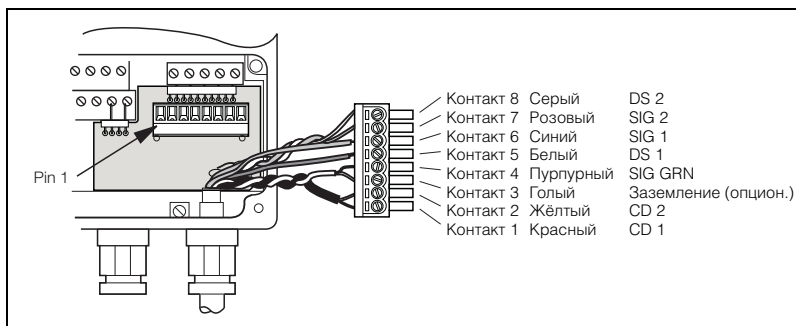

Рис. 3.3 Подключение вилки кабеля датчика
5. Подключите провода кабеля датчика к вилке адаптера – см. Рис.3.3. Не вставляйте вилку в гнездовую часть разъема на плате адаптера.